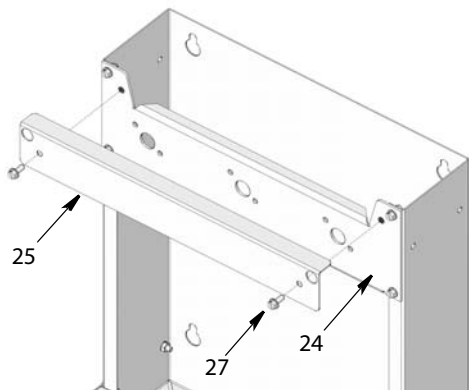

Рис. 19
- Снимите винты (27) и крышку (25) (см. Рис. 19).